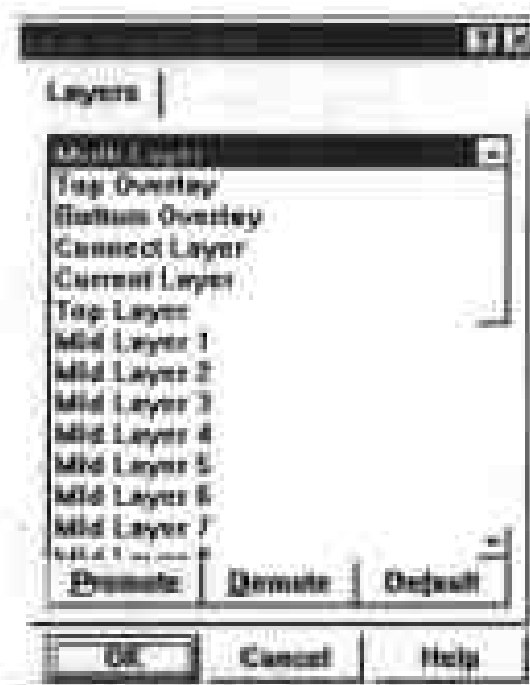

图 6-11 绘制顺序对话框
(5) Draw Order (绘制顺序): 单击此按钮, 将出现如图 6-11 所示的对话框, 此对话框用来设置板层的顺序。